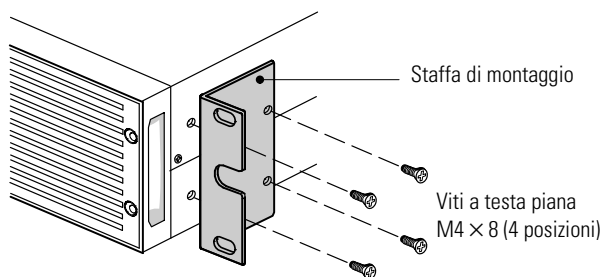

**Figura 5. Fissaggio delle barre**
2. Scegliere i fori appropriati della rack per posizionare l'UPS sulla rack (vedere Figura 5). I binari occupano quattro posizioni sulla parte anteriore e sulla parte posteriore del rack.